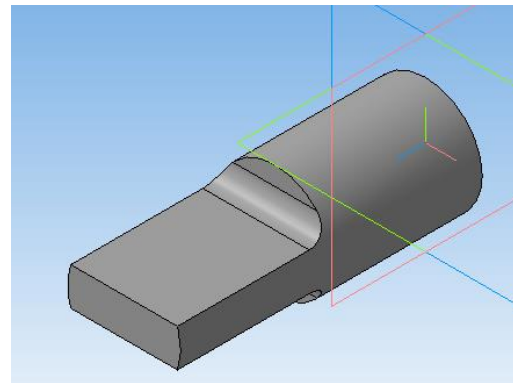

Рисунок 44.
14. Через панель инструментов **Вид** верните отображение **Полутоновое с каркасом** (рисунок 44).